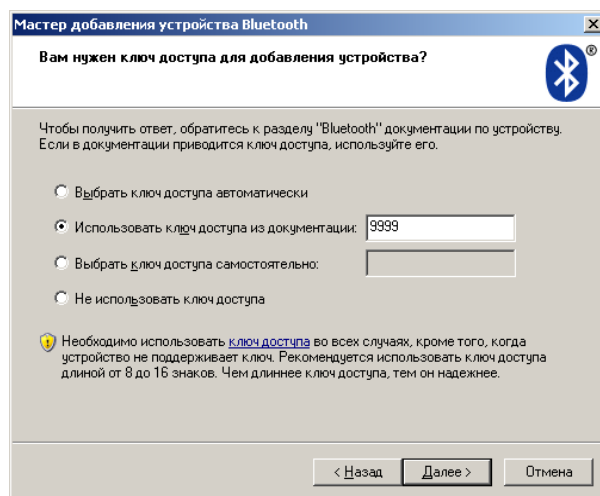

Рисунок 3.4 – Ввод ключа доступа.
- в следующем окне (рисунок 3.4) необходимо ввести ключ доступа: 9999 или 0000 (если не подходит первый ключ, используйте второй), и нажать кнопку «Далее». Это действие необходимо выполнить только при первоначальном связывании прибора и ПК;